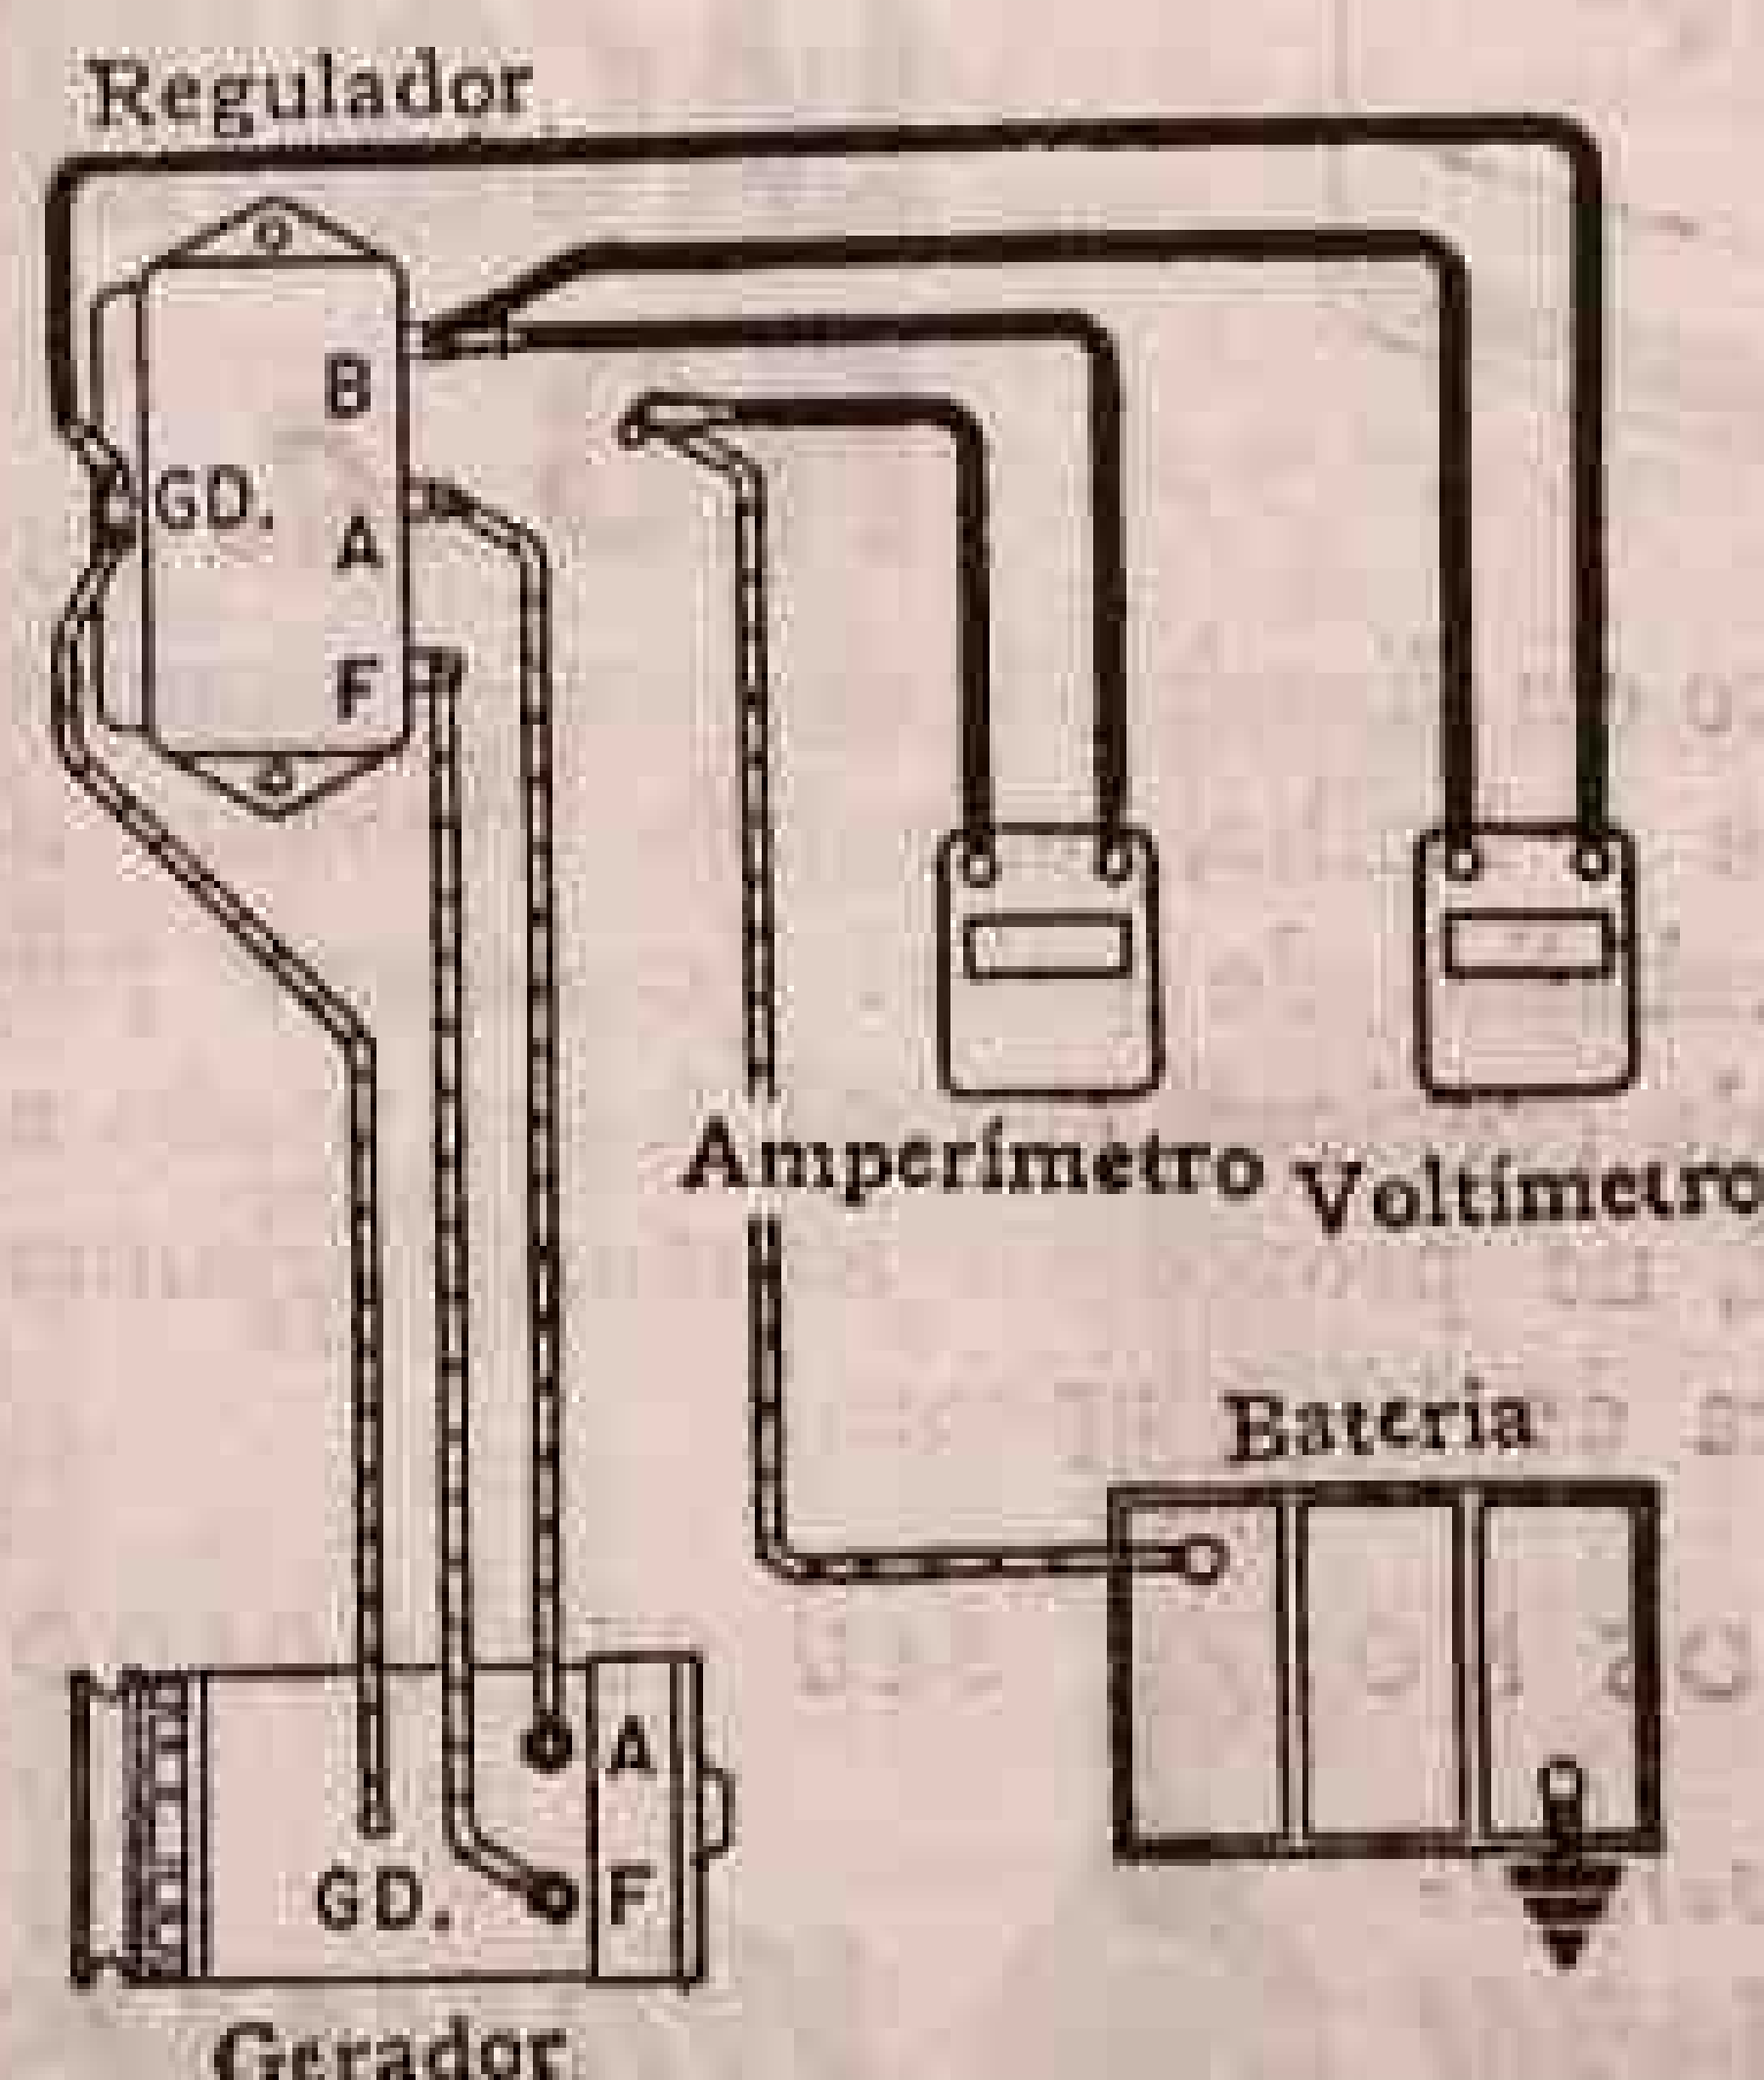

Fig. 294 — Ligações dos medidores para examinar a regulagem do regulador de voltagem Auto-Lite.
e) — Ajustamento do regulador de voltagem (do tipo com relé desligador sozinho ou do tipo com relé desligador e com regulador de corrente) — 1 — Voltagem de operação — Fazem-se as ligações de mensuração como mostra a fig. 294. Aumenta-se lentamente a velocidade do gerador até o rendimento de 10 ampères e anota-se a voltagem. Se só se obtém menos de 10 ampères, ligam-se as luzes e ajusta-se a velocidade para 10 ampères. O regulador deve estar em temperatura de funcionamento. Ajusta-se abaixando o prendedor da mola inferior para aumentar ou levantando-o para diminuir.